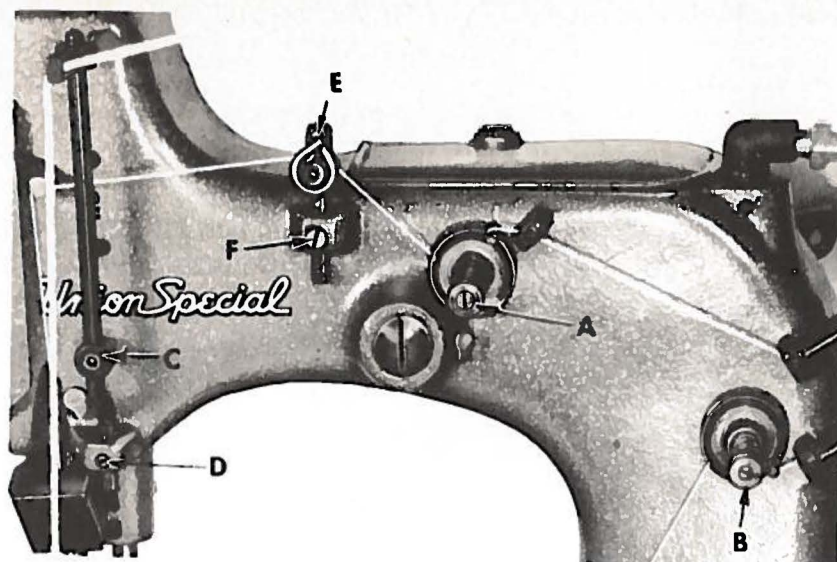

Fig. 6
Bei 80800 R, U und UA wird die Nadel-fadenabzugsrolle (C, Fig. 6) beim Niedergehen der Nadel so eingestellt, daß der Nadelfaden die Abzugsrolle gerade noch berührt, wenn die Nadel-fadenschlinge vom Greifer freigegeben wird. Einstellung erfolgt durch Lösen der Schraube (D, Fig. 6). Bei 80800 S wird die Nadel-fadenabzugsrolle so eingestellt, daß der Nadelfaden zu keiner Zeit die Nadel-fadenabzugsrolle berührt.
Bei allen Klassen wird die Höhe der Fadenführung (E, Fig. 6) so eingestellt, daß bei Nadelhochstellung, der Nadelfaden zwischen der Fadenführung auf der Nadelstange und dem Nadel-fadenabzug (E, Fig. 6) etwa parallel zur Stoffplatte verläuft. Einstellung erfolgt durch Lösen der Schraube (F, Fig. 6).
**BEACHTE:** Die korrekte Einstellung dieses Nadel-fadenabzuges (E, Fig. 6) beeinflusst die Stichbildung sehr stark.
On Styles 80800 R, U and UA, adjust the height of the needle thread take-up roller (C, Fig. 6) which is secured by screw (D, Fig. 6) so that the needle thread on the downstroke of the needle, contacts the roll at the time the needle loop is released from the looper. On Style 80800 S, the needle thread take-up roller (C, Fig. 6) should be positioned so as not to contact the needle thread at anytime.
On all Styles, adjust the height of the thread eyelet (E, Fig. 6), which is secured by screw (F, Fig. 6), so that on the up stroke of the needle, the needle thread between the eyelet (E) and the eyelet on the needle bar is parallel to the cloth plate. This adjustment can be accomplished by loosening the screw (F, Fig. 6).
**NOTE:** The proper setting of the needle thread take-up (E, Fig. 6) is very important for the stitch performance.
In der Regel ist die Spannung des Nadelfadens (A, Fig. 6) etwas stärker als die des Greiferfadens (B, Fig. 6).
As a rule, there should be more tension on the needle thread (A, Fig. 6) than on the looper thread tension (B, Fig. 6).